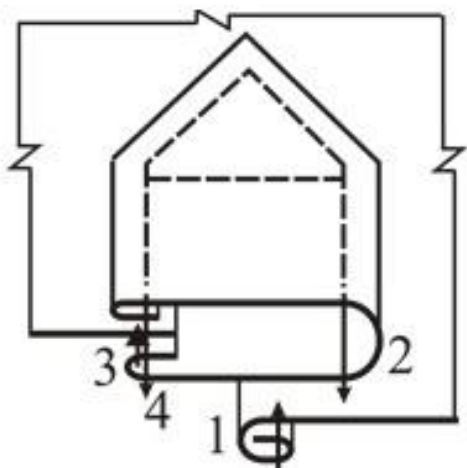

Рис. 3
2. Застрочите один срез разреза шириной шва 5 мм. (Рис.3)
1. Стачайте полочку и спинку по плечевым срезам. (Рис. 3)